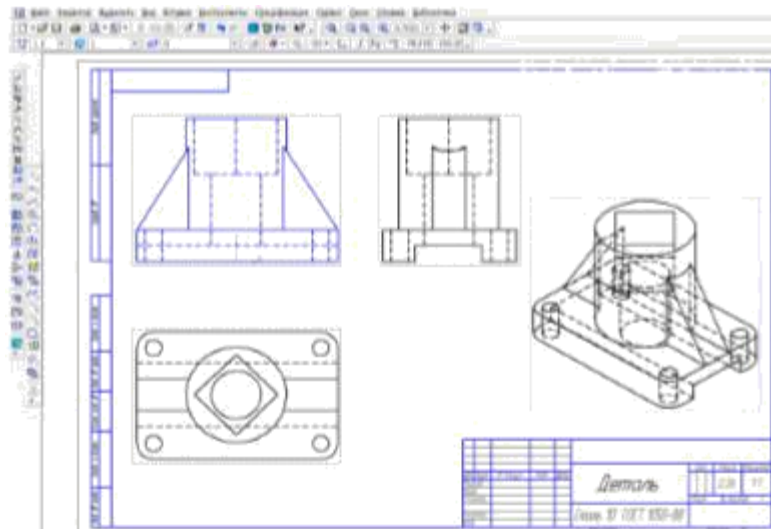

Рис. 17. Применение операции «разрушить вид»
2. На виде спереди выполним фронтальный разрез, совмещив половину вида и половину разреза. Для этого необходимо «разрушить вид». Щелкнуть левой кнопкой по пунктирному прямоугольнику вида спереди. После того как он стал зеленым, нажать на правую кнопку мыши, и выбрать – **РАЗРУШИТЬ ВИД** (рис. 17).